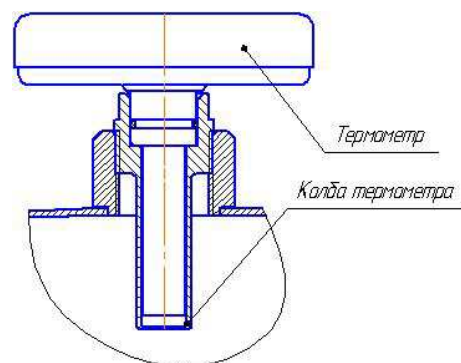

Рисунок 3 - Термометр
3.9. Вытащив термометр из колбы (рис.3), накапать 6-8 капель машинного масла и установить термометр на место.